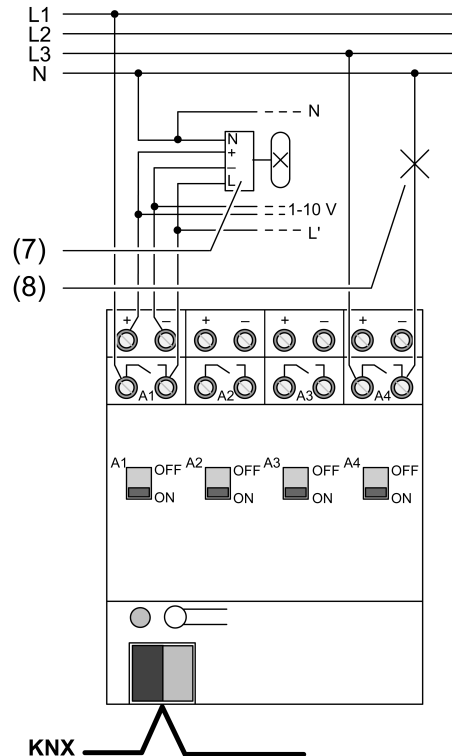

Figure 2: Exemple de raccordement – Contrôleurs de lampes avec interface 1-10 V
- Raccorder l'appareil conformément au schéma de raccordement (Figure 2).